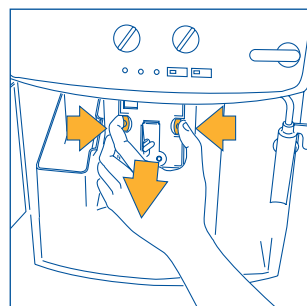

Fig.29
- appuyez de chaque côté et vers le centre sur les deux touches rouges de déblocage de l'infuseur (fig. 29) et tirez vers l'extérieur pour l'extraire ;